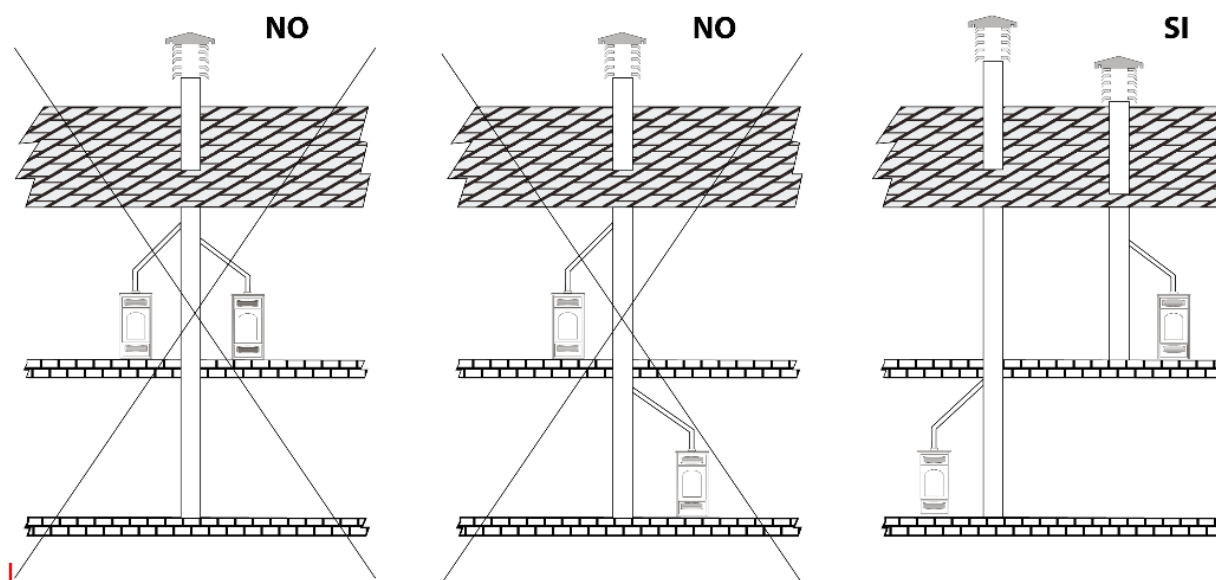

Fig.1
- No se debe conectar a ningún otro conducto, caldera, caldera o campana extractora de ningún tipo (*fig. 1*).